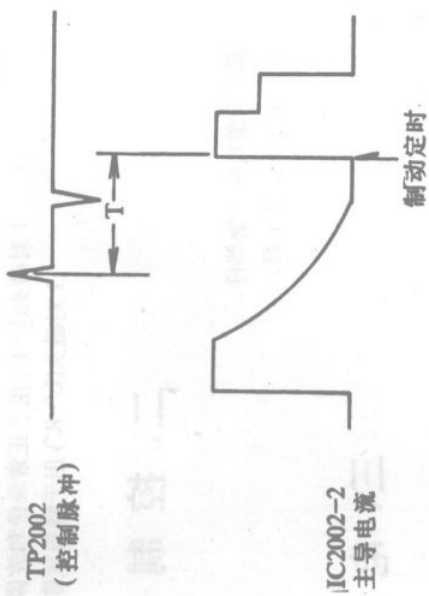

图 6
②以SP方式用空白磁带记录PAL彩条信号号并重放, 然后通过红外遥控器将录像机置于1/5慢速(按“SEARCH”键, 再按“+”键5次);
③调节VR2011, 使相位移为 $20 \pm 2\text{ms}$, 如图6中T周期所示;
④置NTSC开关到3.58NTSC位置;
⑤以LP方式用空白磁带记录NTSC彩条信号号并重放, 然后通过红外遥控器将录像机置于1/5慢速;
⑥调节VR2006, 使图6中的相位移T周期为 $12 \pm 2\text{ms}$ 。